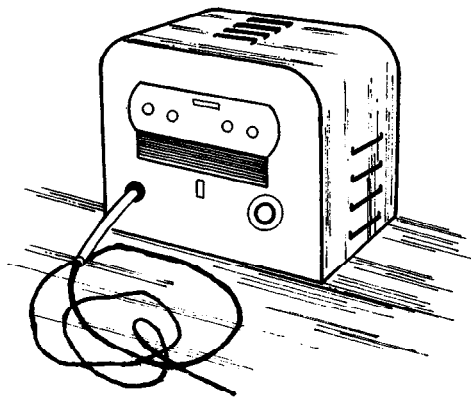

Figura 3.15
2. Transformador de alta frecuencia (Figura 3.15).